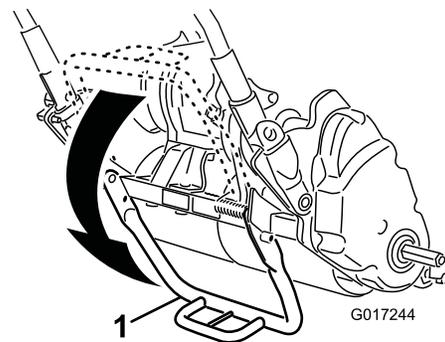

Bild 17
1. Treten Sie den Ständer mit dem Fuß nach unten und ziehen Sie die Holmstütze nach oben, bis sich der Ständer nach vorne über der Mitte gedreht hat (**Bild 17**).